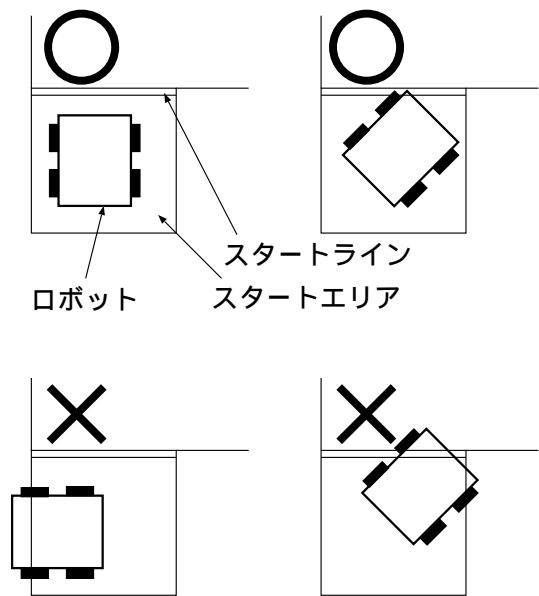

図 7: ロボットのスタート姿勢
- (2) ロボットはスタートエリア内に設置しなければならない。その向きは任意である（図7参照）。このときケーブル等[7]がスタートエリア以外の競技台上にあってはいけない。
- (3) 複数台のロボットを用いる場合は、各ロボットのスタート時刻を人為的に操作してはならない。